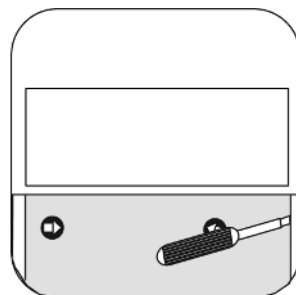

Bild 13: Demontage Designabdeckung
- Designabdeckung vorsichtig mit Schraubendreher entfernen (siehe Bild 13).